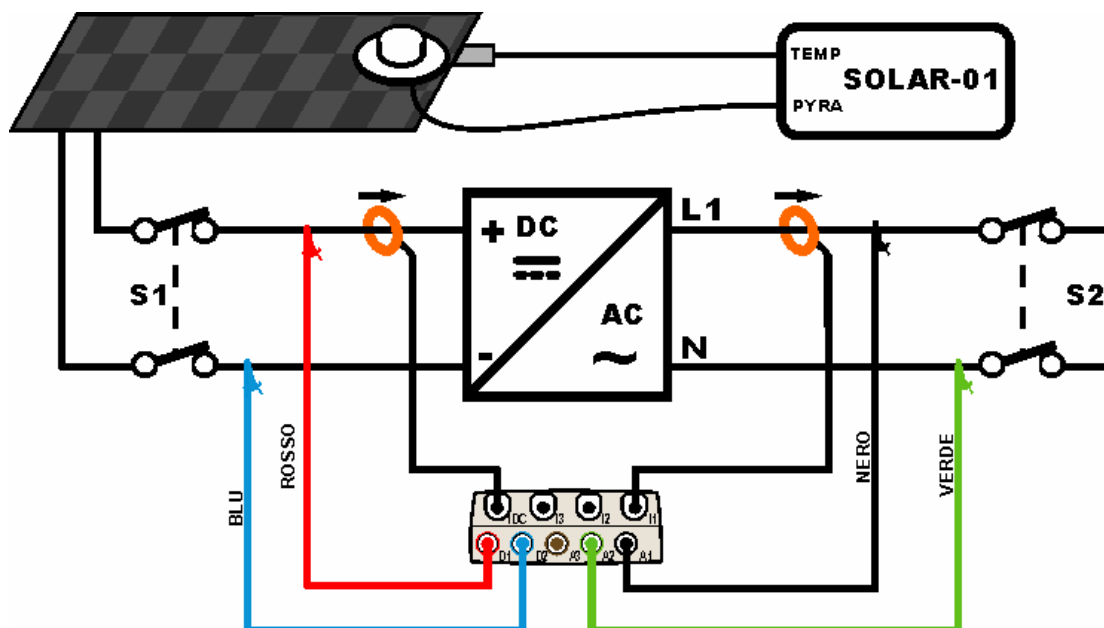

Fig. 201: Collegamento dello strumento in un sistema Fotovoltaico Monofase
2. Collegare gli ingressi **D1** e **D2** rispettivamente ai poli positivo e negativo di uscita della stringa. Collegare gli ingressi A1, A2 ai conduttori di Fase e Neutro rispettando i colori come mostrato in Fig. 201.
4. Collegare la pinza di corrente DC sul conduttore positivo in uscita dalla stringa **rispettando il verso della freccia** presente sulla pinza stessa come indicato in Fig. 201. Collegare l'uscita della pinza all'ingresso **IDC** dello strumento.
5. Collegare la pinza AC sul conduttore di Fase L1 **rispettando il verso della freccia** presente sulla pinza stessa come indicato in Fig. 201. Collegare l'uscita della pinza all'ingresso **I1** dello strumento.